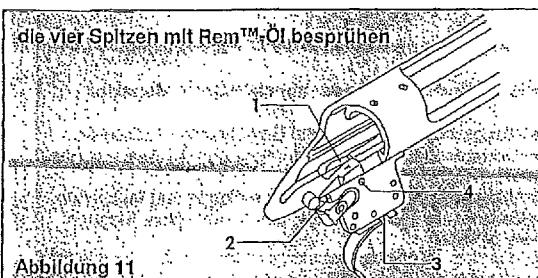

Abbildung 11
6. Die Aufnahme und die vier Spitzen der Abzugseinheit mit Rem™-Öl besprühen. Siehe Abbildung 11. 15 Minuten lang stehen lassen. Nochmals besprühen, um die Komponenten abzuspülen. Überschüssigen Schmierstoff abschütteln.